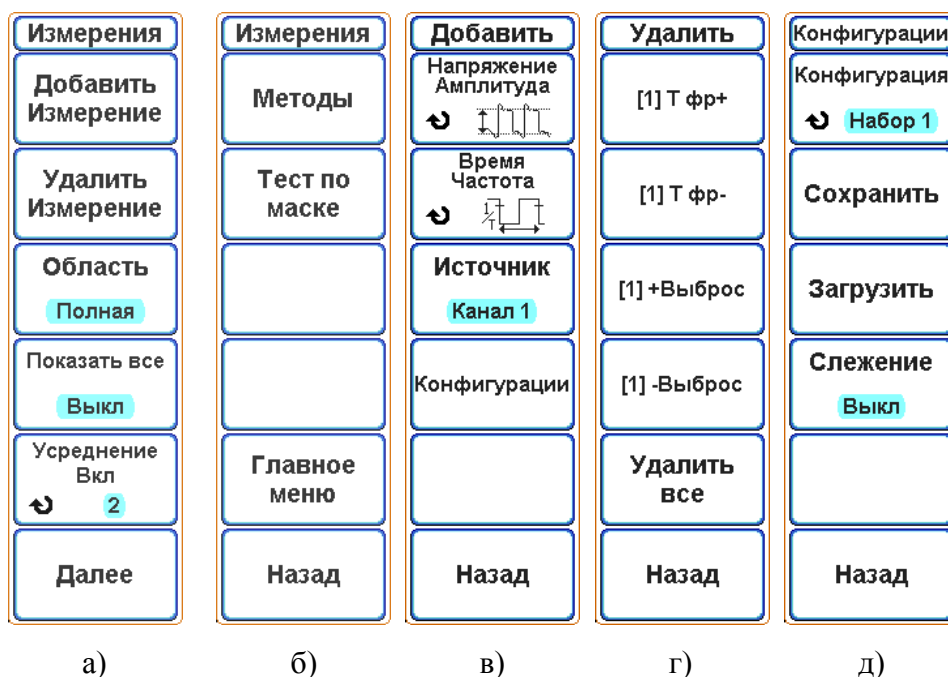

Рисунок 6.25 – Экранное меню а) «Измерения» (основное); б) «Измерения» (дополнительное); в) «Добавить», г) «Удалить» д) Конфигурации
– Перейти в главное меню, нажав кнопку «МЕНЮ» в блоке «УСТАНОВКА» (рисунок 6.1, поз. 3) и нажать экранную кнопку «Измерения», чтобы вызвать меню «Измерения» (рисунок 6.25, а);
– нажать экранную кнопку «Добавить измерение», чтобы перейти к подменю «Добавить» (рисунок 6.25, в);
– нажать экранную кнопку «Удалить измерение», чтобы перейти к подменю «Удалить» (рисунок 6.25, г);
- Перейти в главное меню, нажав кнопку «МЕНЮ» в блоке «УСТАНОВКА» (рисунок 6.1, поз. 3) и нажать экранную кнопку «Измерения», чтобы вызвать меню «Измерения» (рисунок 6.25, а);
В основном меню «Измерения» (рисунок 6.25, а) с помощью экранной кнопки «Область» можно задать ограничение на область автоматических измерений:
- нажать экранную кнопку «Далее», чтобы перейти к дополнительному меню «Измерения» (рисунок 6.25, б);
- последовательно нажать экранные кнопки «Добавить измерение» и «Конфигурации», чтобы перейти к подменю «Конфигурации» (рисунок 6.25, д);